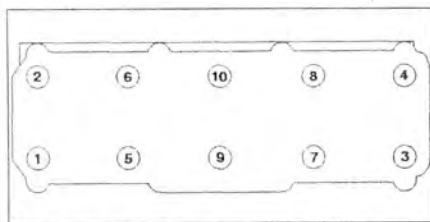

Рис. 4.17. Порядок ослабления болтов крепления головки блока цилиндров.
Порядок ослабления болтов крепления головки блока цилиндров показан на рис. 4.17.
5. Перед снятием шестерни распределительного вала совместите метки ВМТ (стрелка) (рис. 4.17).